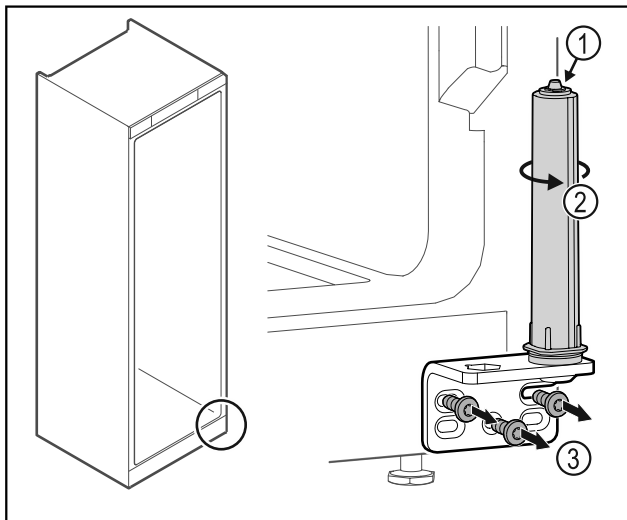

Fig. 51
- ▶ Neardykite durų uždarymo sistemos Fig. 51 (1).
- ▶ Sukite uždarymo sistemą Fig. 51 (2), kol ji užsifikuos.
- ▶ Atsukite šarnyrinį kampuočių Fig. 51 (3).